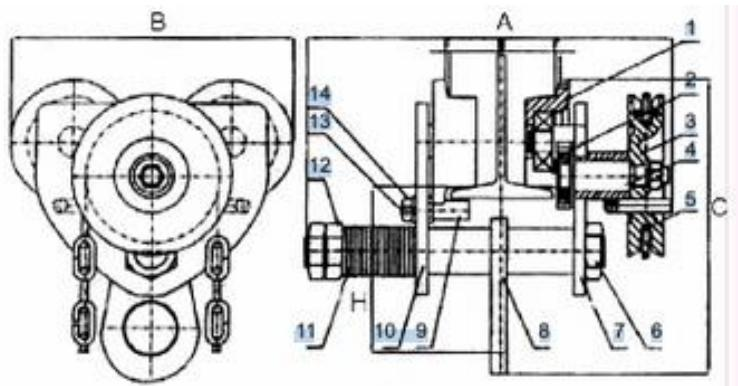

Рисунок 1. Габаритные размеры тележка приводная для тали серия GCL.
Тележка с приводом (см. рисунок. 1) состоит из левой пластины (10), правой пластины (7), подвесного штифта (6), подвесной пластины (8), ручного колеса (3), вала (4) и т.п.
• При монтаже тележки количество регулировочных шайб с внутренней и внешней стороны пластины должно быть одинаковым. С целью правильной установки внешнего зазора F между колесным фланцем и двутавровой балкой количество регулировочных шайб с внутренней стороны пластины в случае необходимости может быть увеличено или уменьшено на единицу (см. рисунок 1).
• После монтажа тележки на двутавровой балке, подтяните гайки (12) на подвесном штифте (6) и проверьте работоспособность тележки при малой нагрузке. При хорошем контакте колес с двутавровой балкой затяните стопорные гайки. При затяжке гаек соблюдайте осторожность.
• После монтажа тележки с приводом на двутавровой балке (см. рисунок 1) необходимо выставить зазор F между вращающейся втулкой (9) и основанием двутавровой балки, для чего ослабьте гайку (14) и передвигайте ось (13) до установления требуемого согласно спецификации значения, после чего затяните гайку (14).